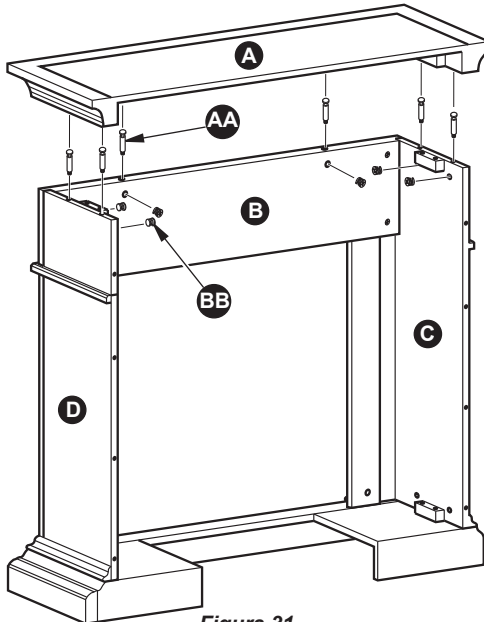

Figura 31
4. Inserte 6) Cerrojo de levas (BB) en el marco ensamblado (B, C, D). Atornille 6) Espiga de levas (AA) en la parte superior (A). Conecte la parte superior (A) en el bastidor del apretando los Cerrojo de levas (BB) como se muestra en la Figura 31.